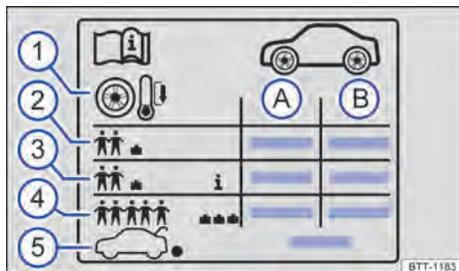

Fig. 233 Símbolos na etiqueta com as pressões dos pneus (representação esquemática).
Indicações na etiqueta de pressão dos pneus → Fig. 233:
Dependendo do veículo, a etiqueta de pressão dos pneus pode conter uma pressão de conforto dos pneus → Fig. 233 ③. A pressão de conforto dos pneus possibilita aumentar o conforto da condução. Ao conduzir com a pressão de conforto dos pneus, pode aumentar o consumo de combustível.